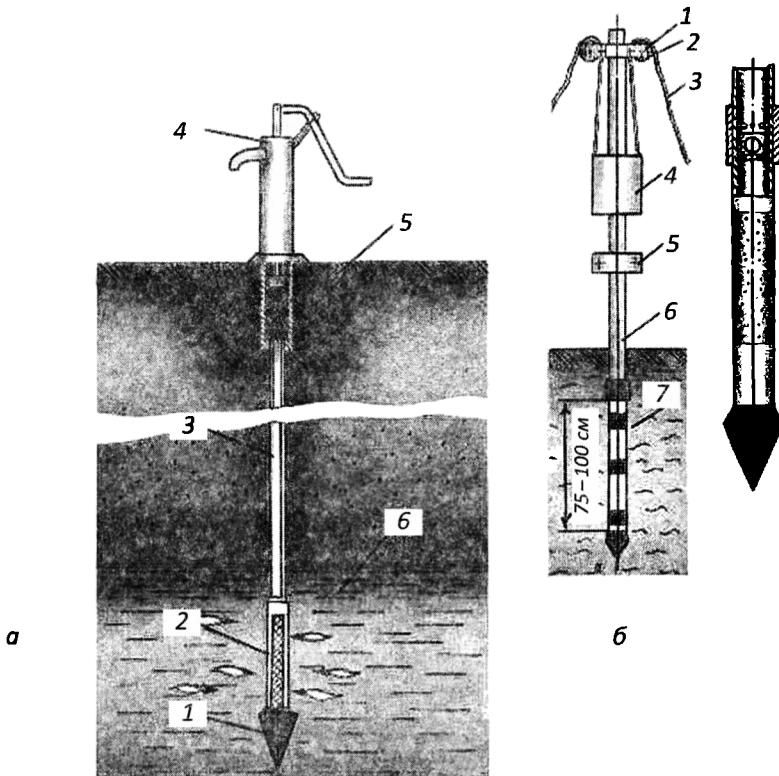

Рисунок 19
В местах, где водоносный пласт состоит из рыхлых зернистых пород (песок, мелкий гравий) (рисунок 19 а, б), а вышележащие породы тоже не слишком тверды и не содержат большого количества валунов (рисунок 19 а, 5) можно устроить забивной колодец или так называемый «Абиссинский колодец» (рисунок 19 а).
тись без копра (рисунок 19 б). В открытую яму глубиной около 1 м закапывают трубу (6) с фильтром (7), по которой на веревках (3), перекинутых через блоки (1, 2), может двигаться баба (4) массой 25 — 30 кг. Она ударяет по укрепленному ниже стальному хомуту-подбабку (3) и загоняет трубу в грунт.